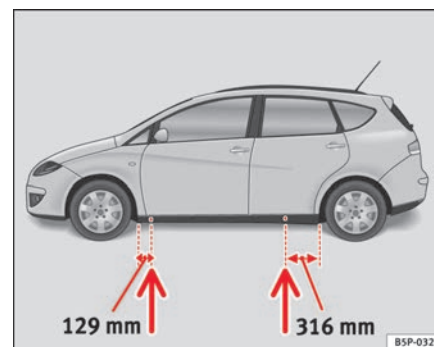

Fig. 178 Puntos de apoyo del gato
- Busque en el larguero inferior del vehículo el punto de apoyo mas cercano a la rueda pinchada ⇒ página 257, fig. 178
En el larguero inferior van marcados los lugares en los que se puede apoyar el gato ⇒ página 257, fig. 178. Se ha previsto un lugar para cada rueda. El gato no debe colocarse en otros lugares.